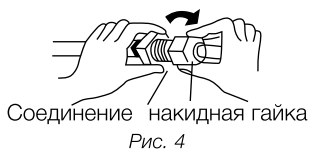

Рис. 4
- Присоедините развальцованный край трубки, затем слегка прижмите гайкой. (Рис. 4)